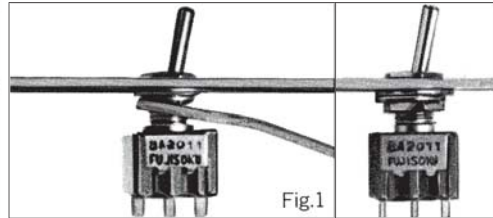

Fig.1
- (1) 付属している2枚のナットでパネルをはさんで締め付けてください。普通、上ナットを固定させパネル裏側のナットを締めればパネルを損傷せず、またスリーブ面が一定になります。(Fig.1)
- (1) Sandwich a panel with two nuts provided and tighten the nuts. Usually, the panel will not be damaged and the even bushing height will be ensured when tightening the nut at the back of the panel, while holding the upper nut. (Fig.1)